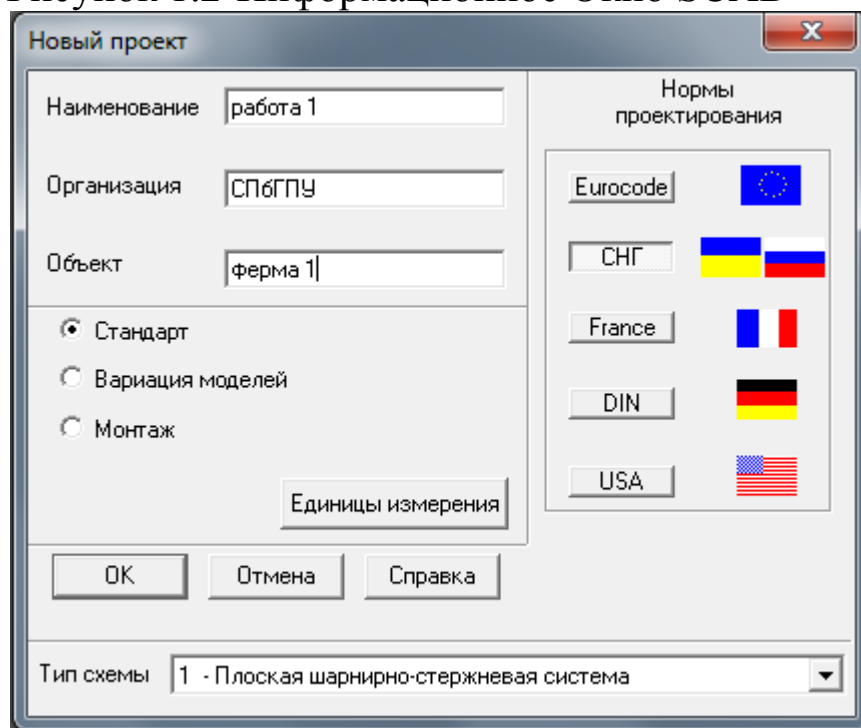

Рисунок 1.3- Диалоговое окно SCAD для создания нового проекта
2. Для создания нового проекта следует курсор установить на одноименной кнопке «Создать новый проект» инструментальной панели и нажать левую кнопку мыши. На экране появится диалоговое окно Новый проект (рис.1.3).